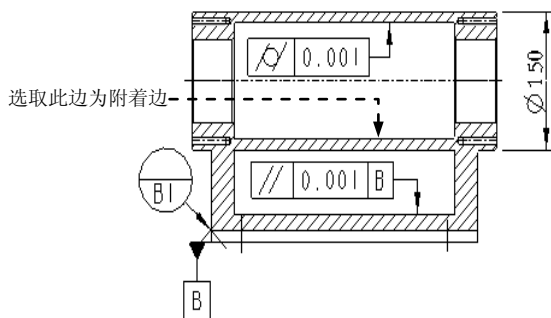

图 5.8.52 选取附着边
- (5) 设置公差值。在 **公差和基准** 区域的 文本框中输入公差数值 0.001。
- (6) 定义参考。在 **公差和基准** 区域的 文本框中输入基准字母 B，并按 Enter 键。
- (7) 在图纸空白处单击，完成形位公差标注。
Step4. 参照 Step2 中的操作将几何公差符号拖动到图 5.8.52 所示的位置。